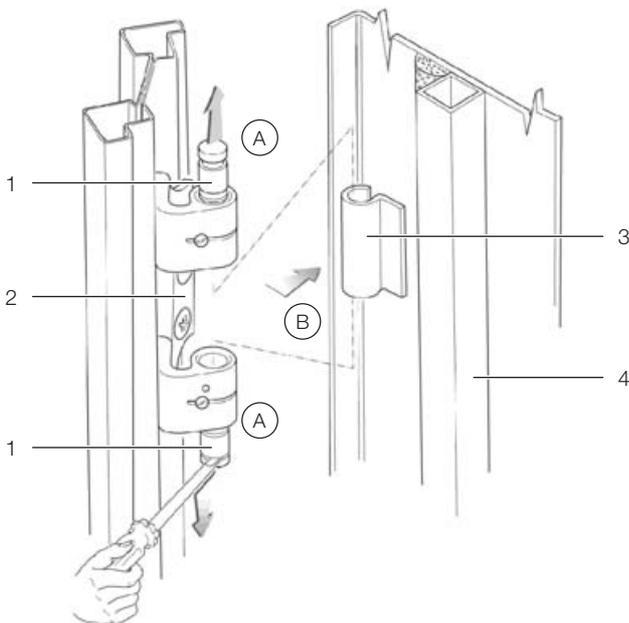

Abb. 24: Türscharnier – Ausbau
- Lösen Sie die Scharnierbolzen an den vier Türscharnieren, indem Sie die Bolzen mit einem geeigneten Werkzeug (z. B. Schraubendreher) anheben, und ziehen Sie die Bolzen bis zum Anschlag aus der Scharnierbolzenaufnahme heraus (Abb. 24, Schritt A). Beginnen Sie mit dem untersten Türscharnier.
- Nehmen Sie die Serverschranktür ab (Abb. 24, Schritt B).